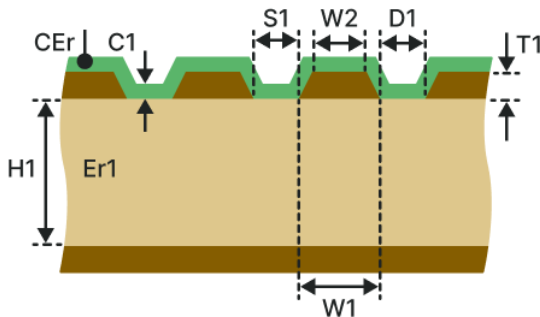

Рис. 176 Копланарная дифференциальная микрополосковая ЛП с опорным слоем и маской (КДММОС-1Н)
- Копланарная дифференциальная микрополосковая ЛП с опорным слоем и маской (КДММОС-1Н), см. Рис. 176.